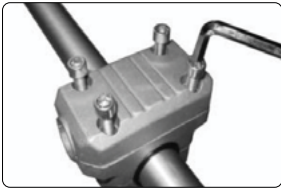

Рис. 4
- Открутите винты фиксирующего узла и снимите верхнюю крышку (рис. 4).